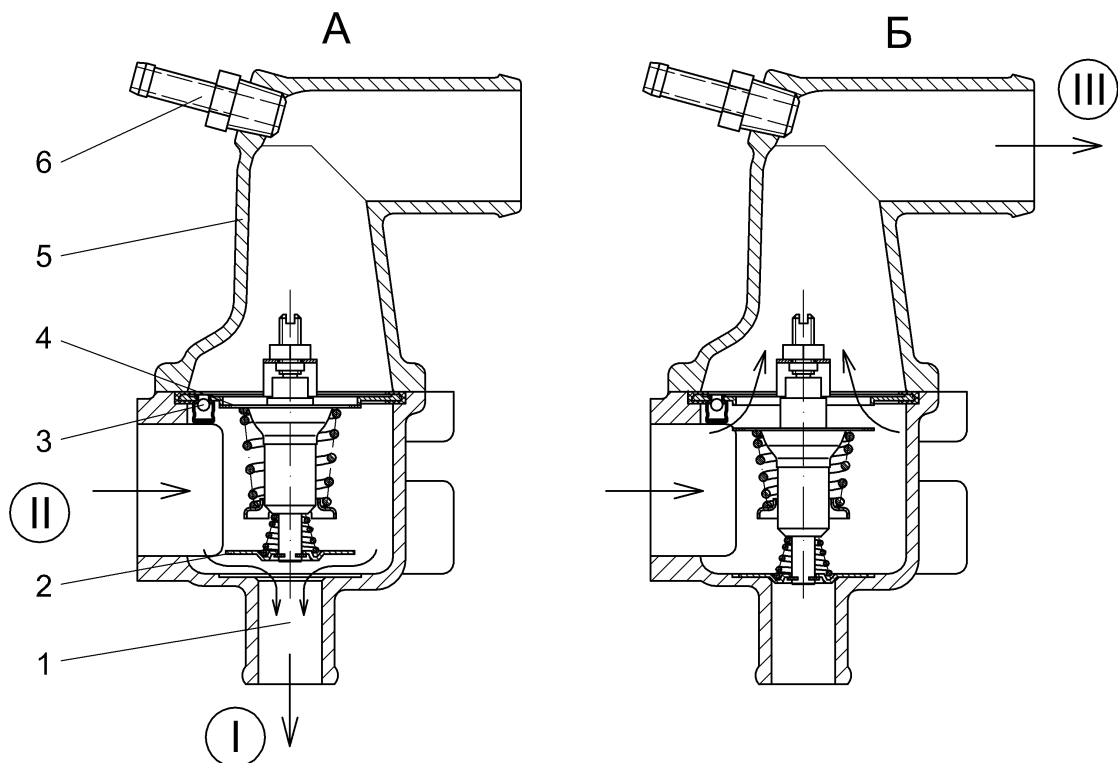

Рис.31. Схема работы термостата:
**Термостат (рис.31)** – с твердым наполнителем, двухклапанный, с автоматическим дренажным клапаном ТС107-05М, ТР2-01 или ТА107-05. Термостат расположен в алюминиевом корпусе, установленном на выходном отверстии рубашки охлаждения головки цилиндров, и соединен шлангами с водяным насосом, радиатором и расширительным бачком.